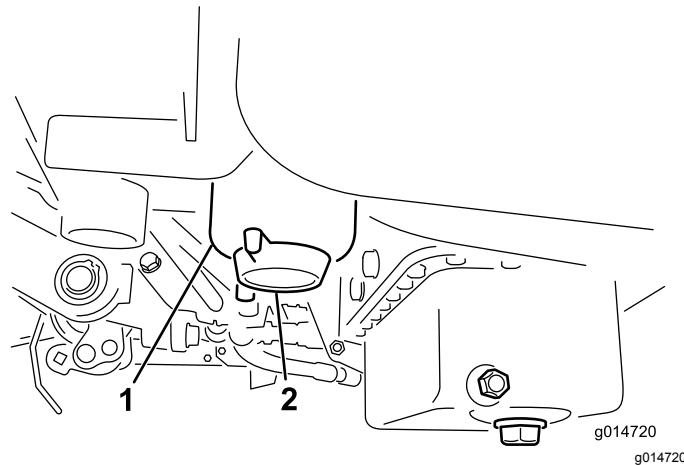

Figure 30
3. Dévissez le bouchon de vidange situé sur le filtre à carburant d'environ un tour et vidangez l'eau éventuellement accumulée (Figure 30). Revissez le bouchon quand la vidange est terminée.